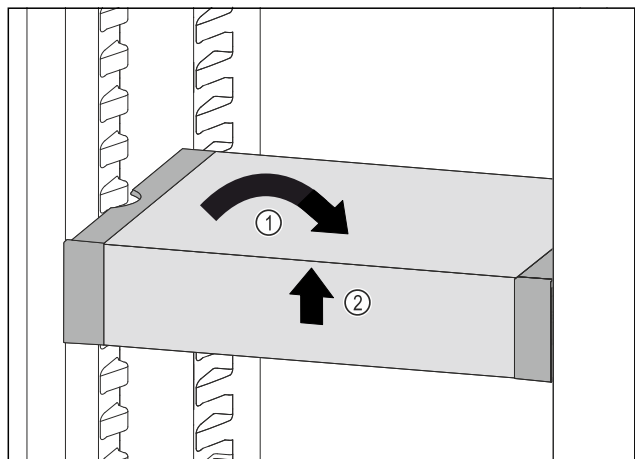

Fig. 64
▶ Aseta VarioSafe suoraan. Fig. 64 (1)
▶ Nosta VarioSafe-vetolaatikkoa edestä. Fig. 64 (2)